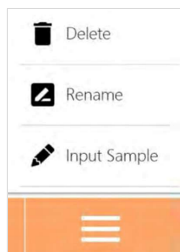
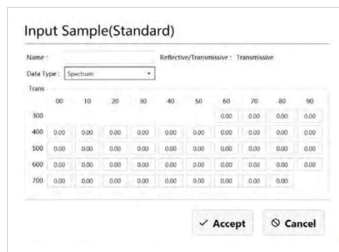

Рис.29 Под-меню
Рис.30 Ввод данных эталона
- Подменю дополнительных операций. Нажмите «☰» (рис.29), чтобы открыть подменю с дополнительными функциями: переименовать или удалить текущую запись об измерении, выгрузить запись с данными об измерении или добавить ее, в том числе через добавление значений спектра по длинам волн (рис.30) или значений цветовых координат.